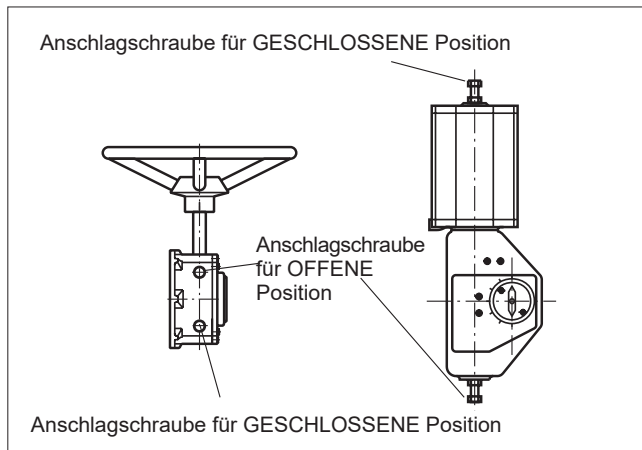

Abb. 27 Offene und geschlossene Position des Antriebs
- Stellen Sie die zirkulierenden Bewegungen der Kugel mit den Sechskantschrauben ein, die an der Gehäuseseite sitzen (siehe Abb. 27).
- Stellen Sie die Positionen „Kugel offen“ und „Kugel geschlossen“ anhand der Anschlagschrauben des Antriebs ein, die sich an beiden Enden befinden (siehe Abb. 27).